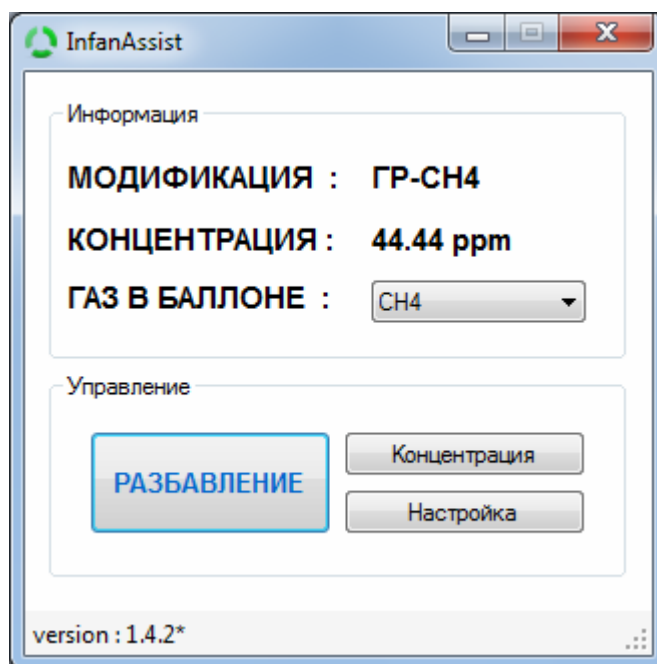
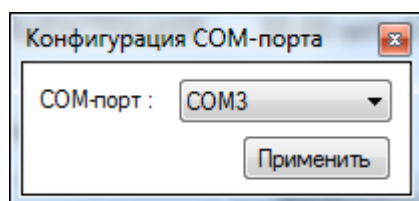

Рисунок 3 Главное окно программы
Рисунок 4 Настройка СОМ-порта
2.4.2 Запустить программу управления генератором. Для запуска программы необходимо запустить иконку на рабочем столе Windows «InfanAssist GR», либо иконку в главном меню Windows «Пуск → Программы → InformAnalytica → ИНФАН → InfanAssist GR». После запуска «Infan Assist» на экране монитора появится главное меню управления программой. Главное меню программы представлено на рис. 3.
Для начала работы необходимо указать в программе номер последовательного СОМ-порта компьютера, к которому подключен прибор (по-умолчанию СОМ1). Номер СОМ-порта будет сохранен, и при последующем запуске программы нет необходимости указывать его снова, если прибор не подключен к другому порту. Диалоговое окно настроек программы вызывается нажатием кнопки «Настройка» главного окна программы (см. рис. 3). В данном окне необходимо выбрать из списка соответствующий СОМ-порт и нажать кнопку подтверждения «Применить» (рис. 4).